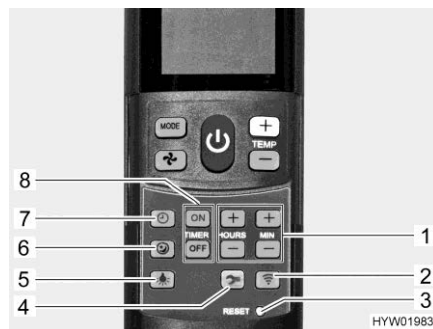

Fig. 227 Télécommande avec touches de réglage (climatisation)
- Appuyer sur la touche Démarrage en douceur (Fig. 227,6). En mode de refroidissement, le ventilateur tourne alors à faible régime et donc particulièrement silencieusement.
- Appuyer sur la touche Heure (Fig. 227,7).
- Régler les heures et les minutes avec les touches (Fig. 227,1).
- Appuyer sur la touche "ON" (Fig. 227,8).
- Appuyer sur les touches de réglage du temps (Fig. 227,1) jusqu'à ce que le laps de temps désiré jusqu'à l'enclenchement soit atteint.
- Appuyer sur la touche "OFF" (Fig. 227,8).
- Appuyer sur les touches de réglage du temps (Fig. 227,1) jusqu'à ce que le laps de temps désiré jusqu'au désenclenchement soit atteint.
- Appuyer de nouveau sur la touche "ON" ou sur la touche "OFF" (Fig. 227,8).
- Appuyer sur la touche Éclairage (Fig. 227,5). L'éclairage s'allume au dernier niveau de variation qui a été réglé.
- Appuyer sur la touche Éclairage (Fig. 227,5) et la maintenir ainsi jusqu'à ce que la luminosité désirée soit atteinte.
- Appuyer sur la touche Éclairage (Fig. 227,5).
- ▷ La touche Setup (Fig. 227,4) sert à établir la connexion entre la télécommande et la climatisation lors de la première mise en service.